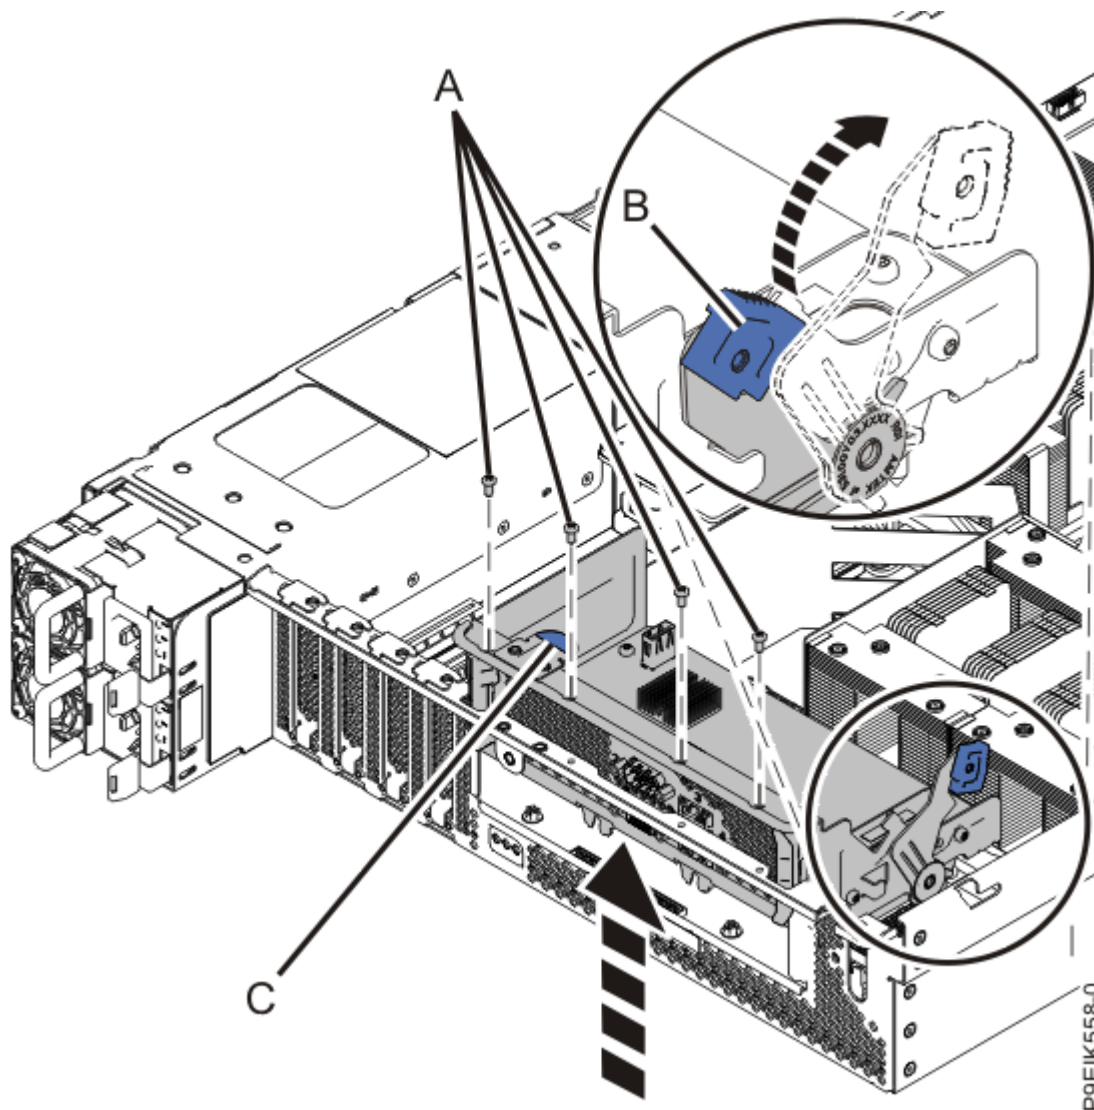

Figura 1. Extracción de la tarjeta BMC
3. Para extraer la tarjeta BMC, siga estos pasos tal como se muestra en la Figura 1 en la página 4.